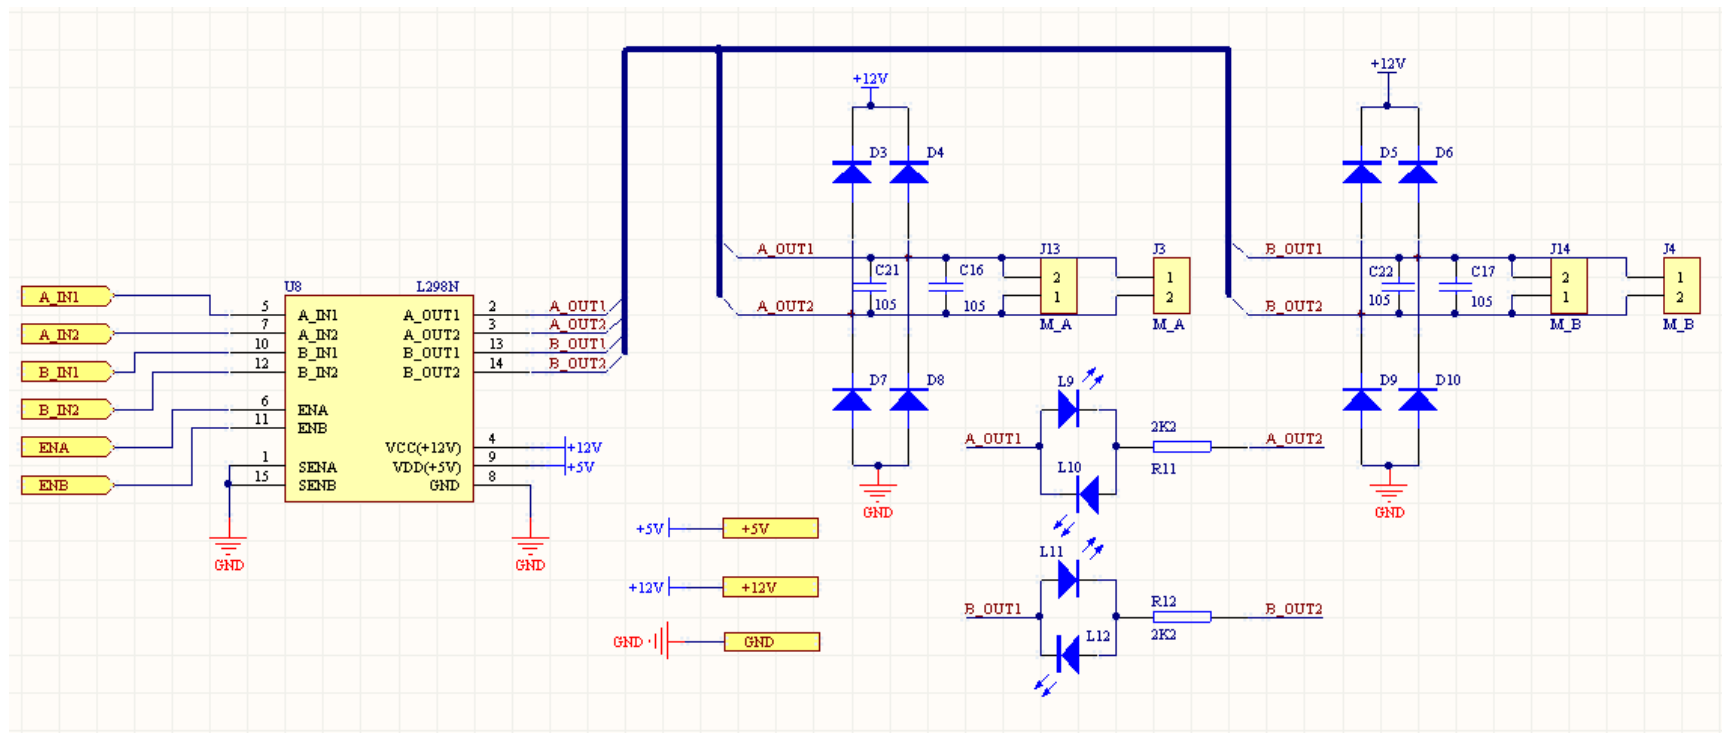

图11-18 “电机驱动.SchDoc”原理图（子图2）
(8) 在“电机驱动.SchDoc”原理图文件中，完成如图11-18所示的电路原理图。